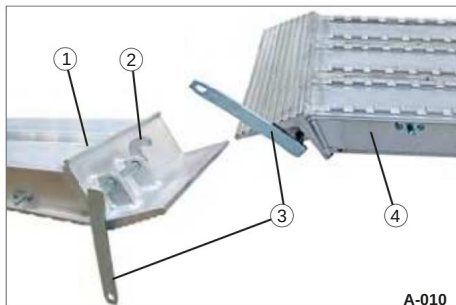
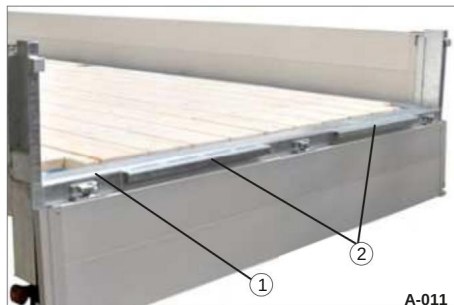

Fig. 14 Sikkerhedshåndtag åbnet
Fig. 15 Kant af chassis-lastrum
- Kontroller, at sikkerhedshåndtaget (fig. 14/3) og sikkerhedskroge (fig. 14/2) ikke er deformerede.
- Rengør sikkerhedskroge om nødvendigt skinnen (fig. 15/2) og sikkerhedskroge (fig. 14/2) mod snavs.